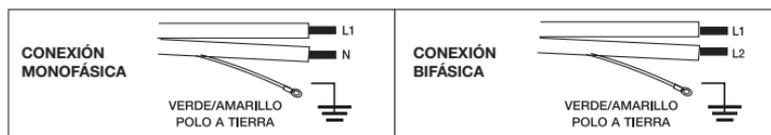

Fig. 5
- Conecte los cables terminales de la cocina como se indica en la fig. 5, utilizando cables y medios de desconexión al alambrado, especificado en el código eléctrico nacional (Colombia NTC 2050).